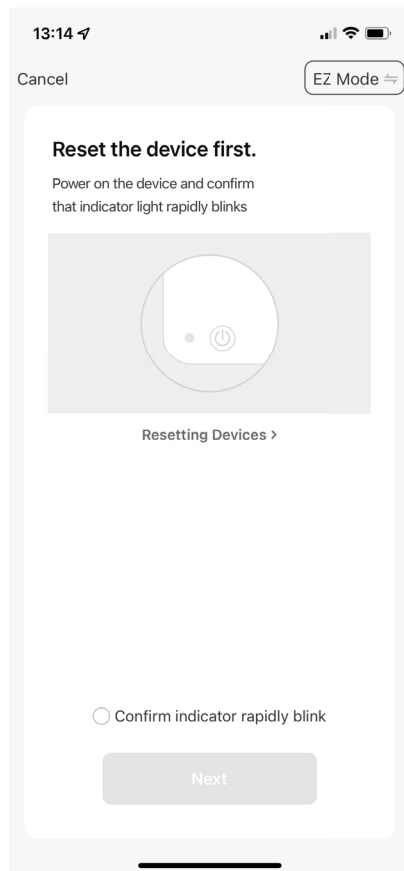

Fig. 4
- Appuyez à présent en haut à droite sur le MODE EZ (**voir fig. 4**).